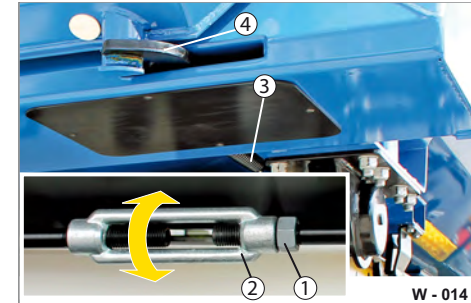

Abb. 14 Justage
- ▶ Lösen Sie die Kontermutter (Abb. 14/1).
- ▶ Drehen Sie das Spannschloss (Abb. 14/2) in die benötigte Richtung - in kleinen Umdrehungen.
Die Zugfeder (Abb. 14/3) wird gespannt oder entspannt.